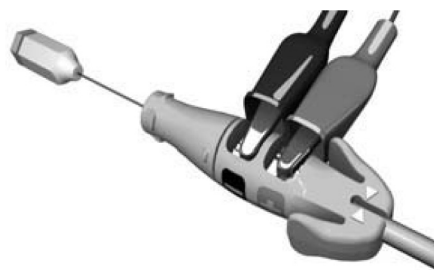

図7: PSAのケーブルのEZ-4コネクタツールへの接続
- ① ペーシングシステムアナライザ(PSA)のケーブルのワニ口クリップをEZ-4コネクタツールのスプリング接点(-)とスプリング接点(+)に接続する(図7)。
- ② EZ-4コネクタツールの使用により、ワニ口クリップによるターミナル部の損傷、およびターミナル接続部の橋絡を防止することができる。